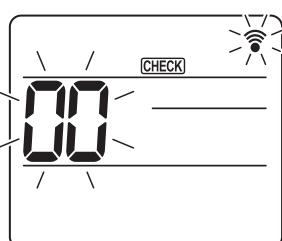

Fig. 6-16
- [CHECK] (VERIFICAR) acende e "00" pisca. (Fig. 6-16)